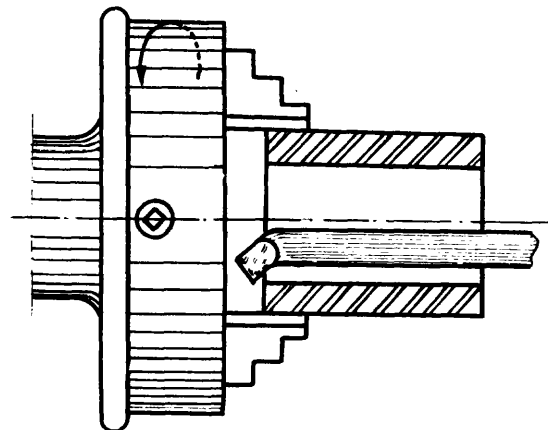

Fig. 2
- a Deje fuera del porta-herramienta una longitud suficiente para el torneado (fig. 2).